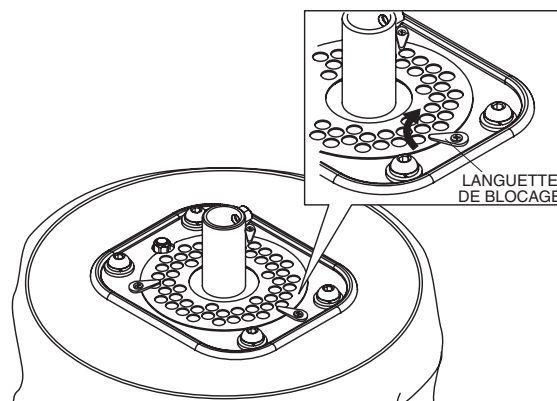

Figure 37. Verrouiller la plaque à air
6. Tourner les languettes de verrouillage vers l'intérieur pour verrouiller la plaque à air en place. Voir Figure 37.